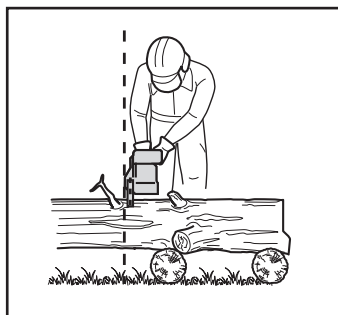

Fig. 23
4. Ține produsul fix pe sol. Pune mâna stângă pe mânerul frontal (5) și asigură suplimentar produsul cu piciorul drept (Fig. 23).
5. Trage mânerul demarorului cu recul (15) scurt și puternic. Repetă până la pornirea motorului.
6. Strânge blocarea manetei de accelerație (8) și maneta de accelerație (10), apoi eliberează-le.
8. Pentru a începe să tai, prinde produsul cu ambele mâini, ținând mâna stângă pe mânerul anterior (5) și mâna dreaptă pe mânerul posterior (9).
2. Ține întotdeauna produsul bine cu ambele mâini. Mânerul frontal (5) cu mâna stângă și mânerul posterior (9) cu mâna dreaptă. Ține bine ambele mâner pe tot timpul utilizării. Nu opera niciodată produsul cu o singură mână.
3. Folosește produsul numai adoptând o postură sigură. Ține produsul în partea dreaptă a corpului (Fig. 23).